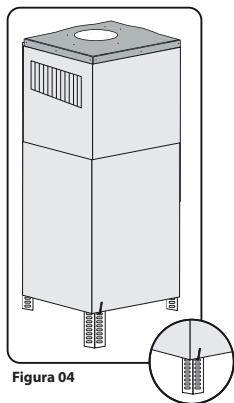

Figura 04
5. Vista o duto deslizante no duto fixo e utilize o gancho para segurar o duto deslizante e conseguiu terminar a instalação. **(Figura 04)**